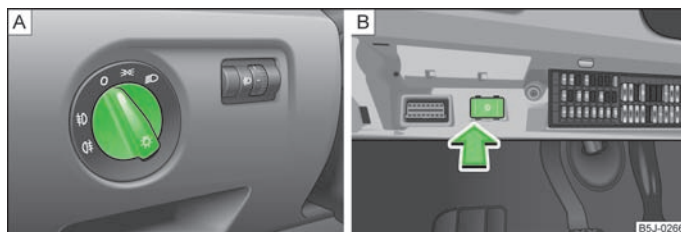

Abb. 20 Schalttafel: Lichtschalter / Sicherungsfach: Schalter für Tagfahrlicht
Bei Fahrzeugen mit **Rechtslenkung** weicht die Anordnung der Schalter zum Teil von der in » Abb. 20 gezeigten Anordnung ab. Die Symbole, die die Schalterstellungen markieren, sind jedoch gleich.
- Den Lichtschalter » Abb. 20 -  $\square$  in Stellung  $\Rightarrow$  drehen.
- Den Lichtschalter in Stellung 0 drehen » Abb. 20 - **A**.
- Den Schalter für das Tagfahrlicht einschalten » Abb. 20 - **B**.
- Den Schalter für das Tagfahrlicht ausschalten » Abb. 20 - **B**.
- Den Lichtschalter in die Stellung Standlicht  $\Rightarrow$  oder Abblendlicht  $\Rightarrow$  umschalten » Abb. 20 - **A**.